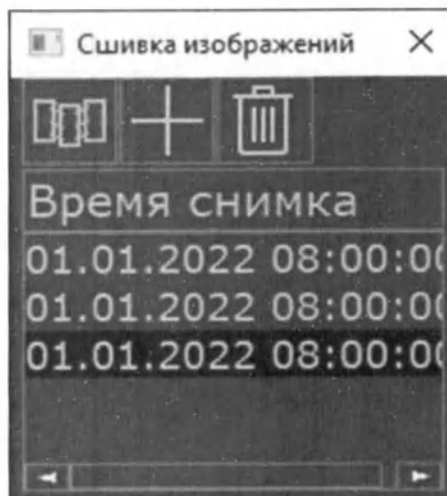

Рис. 128 Внешний вид окна загрузки "Сшивки изображений"
- Откроется окно загрузки изображений «Сшивка изображений» (Рис. 128 Внешний вид окна загрузки "Сшивка изображений");